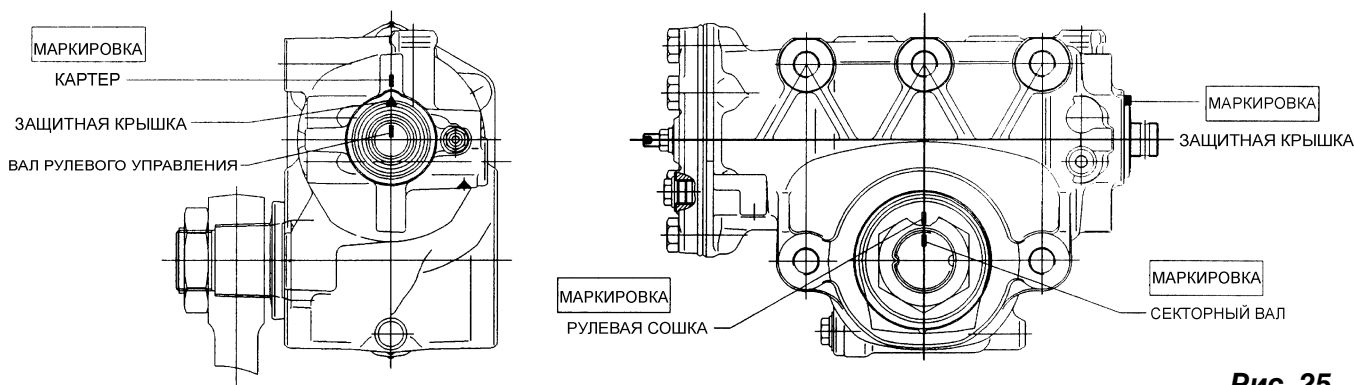

Рис. 25
- Повернуть рулевое управление в среднее положение - половина общего количества оборотов рулевого колеса. После этого повернуть дальше до совпадения маркировок (см. Рис. 25).